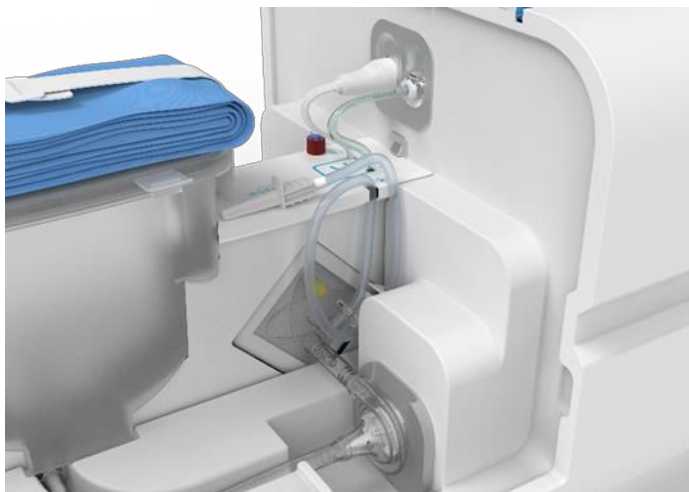

Figura 14 Linea di riempimento inserita nel supporto per cartucce.
- Chiudere il morsetto del tubo e riposizionare la linea di riempimento sul supporto previsto come mostrato nella Figura 14.